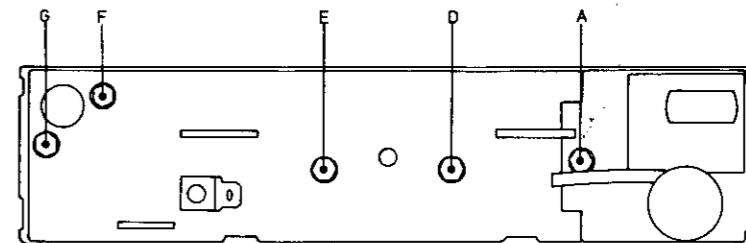

Fig. 6
7.5 Sechskantblechscreuben A (Fig. 6) und B (Fig. 4) lösen und die linke Seitenwand mit dem NF-Verstärker etwas vom Gerät wegziehen.
- 8.1 Laut Fig. 6 Sechskantblechscreube D, E entfernen.
7.5 Loosen hex. self-tapping screws A (fig. 6) and B (fig. 4) and remove LH kick panel with AF amplifier slightly from set.
- 8.1 Acc. to fig. 6, remove hex. self-tapping screw D, E.